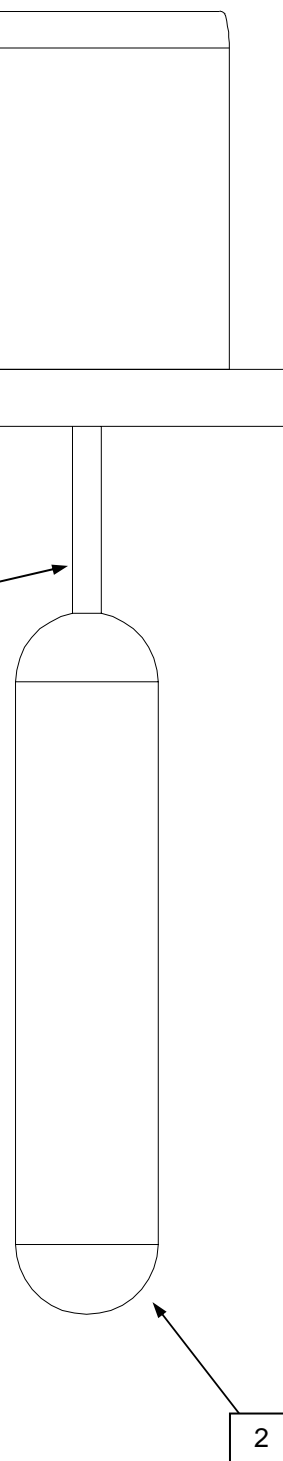

Fig. 3
C - Posizionare l'indice rosso (fig.3 pos.6) sul valore desiderato servendosi della manopola di set-point (fig.3 pos.4).
C - Use the set point knob (Fig.3 item 4) to adjust the red indicator (Fig 3 item 6).
D - Ruotare la ghiera (fig.3 pos.3) regolando la banda proporzionale ad un'ampiezza del 20%, accertandosi che l'azione dello strumento sia quella effettivamente richiesta.
D - Rotate the knob (Fig. 3 item 3) to adjust the proportional band to a 20% width and check the control action (direct or reverse).